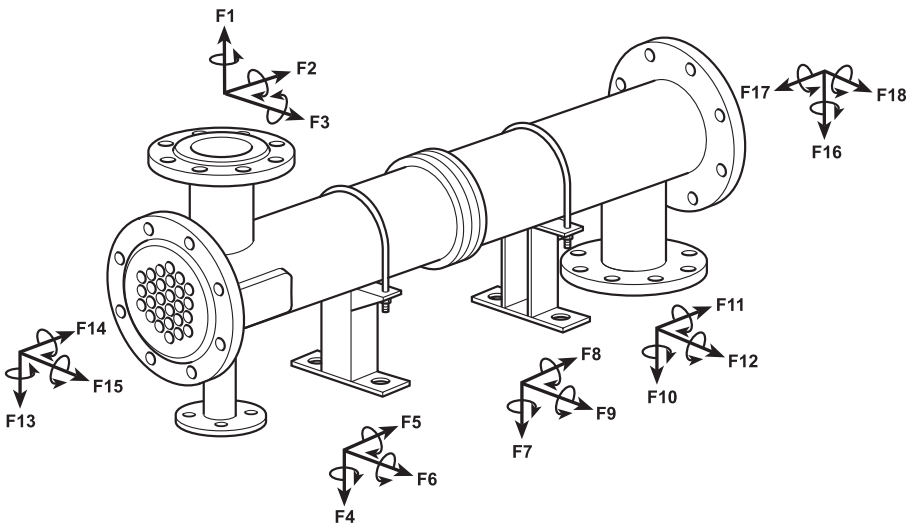

Fig. 9 -
- 4.9** La figure 9 illustre les raccordements possibles de la tuyauterie. Il est également possible d'utiliser des tubes cintrés de grande taille ou des raccords flexibles.